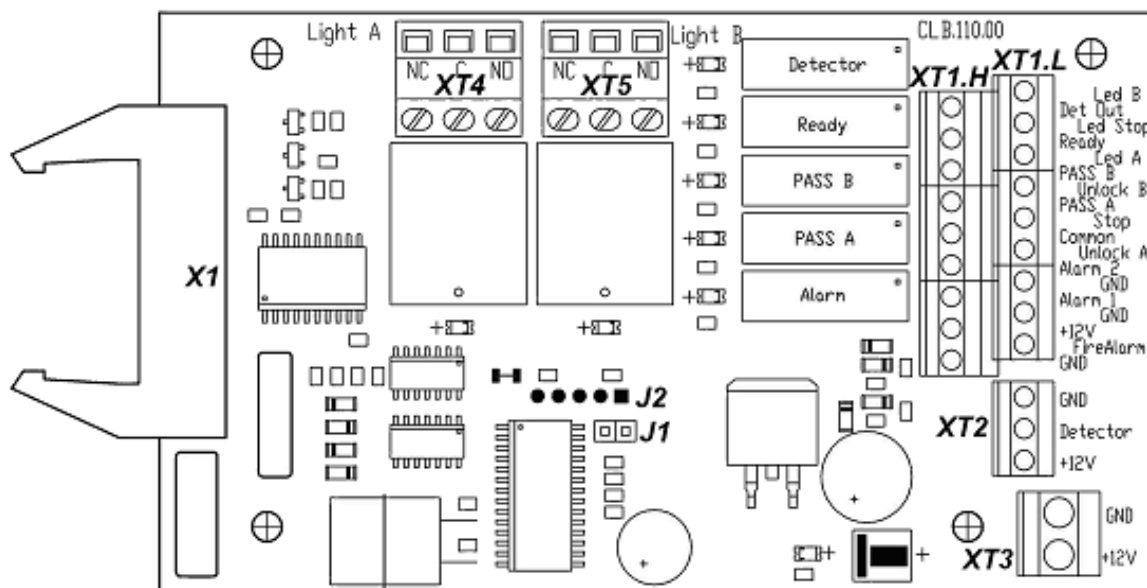
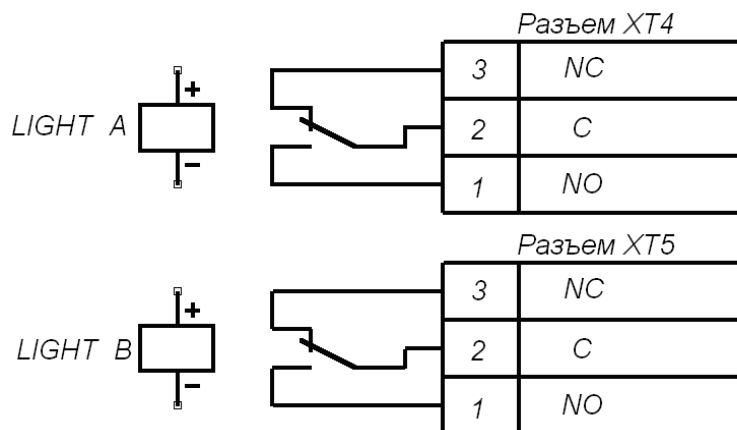

Рисунок 5. Внешний вид платы управления CLB
Рисунок 9. Выходные каскады для Light A и Light B
ПДУ подключается к плате управления гибким многожильным кабелем (11) через клеммную колодку **XT1.L** (см. рис. 5 и 12).
Изменить ориентацию ПДУ относительно установки турникета (если по месту установки турникет обращен к оператору не лицевой, а тыльной стороной) можно, поменяв местами провода от ПДУ, подключаемые на контакты *Unlock A* и *Unlock B*, а также *Led A* и *Led B* соответственно (см. рис. 5 и 12).
На плате управления (см. рис. 5) расположены:
Подключение указанных устройств производится с помощью кабеля (11) к соответствующим клеммным колодкам **ХТ1.Л** и **ХТ1.Н** платы управления в соответствии со схемой электрических соединений (см. рис. 5 и 12).
Обозначения установленных на плате управления клеммных колодок и назначение их контактов показаны на рис. 5.
Факт срабатывания / отпущения реле **PASS A**, **PASS B**, **Ready**, **Detector** и **Alarm** можно определить по загоранию/гашению красных индикаторов, которые установлены вблизи указанных реле (см. рис. 5).
Режим управления определяется наличием переключки на разъеме **J1** (расположение разъема **J1** показано на рис. 5: переключка установлена – импульсный режим управления, переключка снята – потенциальный режим управления). При поставке переключка установлена.
Подключение ДКЗП производится к клеммной колодке **ХТ2**, а сирены – к клеммной колодке **ХТ1.Н** платы CLB согласно схеме электрических соединений (рис. 5 и 12). ДКЗП должен иметь нормально-замкнутые контакты.
На контакты *Det Out* и *Common* клеммной колодки **ХТ1.Н** платы управления (рис. 5) всегда транслируется сигнал о текущем состоянии ДКЗП.
Подключение устройства, подающего команду аварийной разблокировки *Fire Alarm*, производится к клеммной колодке **XT1.L** платы CLB согласно схеме электрических соединений (см. рис. 5 и 12). Если вход *Fire Alarm* не используется, то необходимо установить перемычку между контактами *Fire Alarm* и *GND*. При поставке данная перемычка установлена.
Выносные индикаторы подключаются на клеммные колодки **XT4 (Light A)** и **XT5 (Light B)**. При этом реле **Light A (Light B)** активизировано (на его обмотку подано напряжение), когда горит соответствующая данному направлению прохода зеленая стрелка на блоке индикации, и нормализовано (на его обмотку напряжение не подано), когда соответствующая данному направлению прохода зеленая стрелка на блоке индикации не горит. Факт срабатывания / отпускания реле **Light A** и **Light B** можно определить по загоранию / гашению красных индикаторов, которые установлены вблизи указанных реле (см. рис. 5). Выходные каскады для сигналов *Light A* и *Light B* – перекидные контакты реле (см. рис. 9) со следующими характеристиками сигналов: